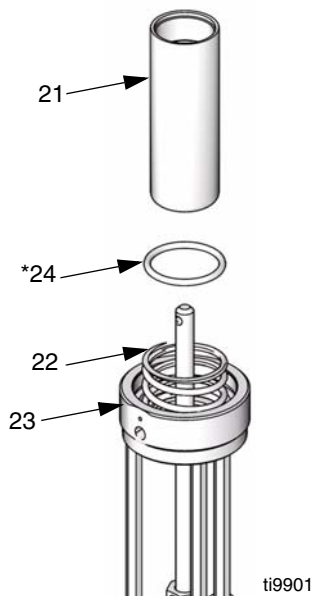

FIG. 15
6. Deslice el pistón neumático (21) fuera de la parte superior de la base del motor neumático (23). Retire la junta tórica (24*) de la base del motor neumático. Inspeccione todas las piezas, incluido el muelle (22) de la base del motor neumático en busca de daños. Vea FIG. 15.